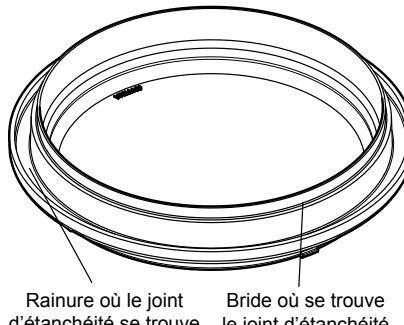

Figure 5. Mise en place du joint torique bleu pour essai de pression
- Placez le joint torique bleu sur la bride située à 6,35 mm (1/4 po) du bas du couvercle. Voir la Figure 5.
REMARQUE Le joint torique bleu se trouve à environ 6,35 mm (1/4 po) du joint d'étanchéité. Voir la Figure 5.